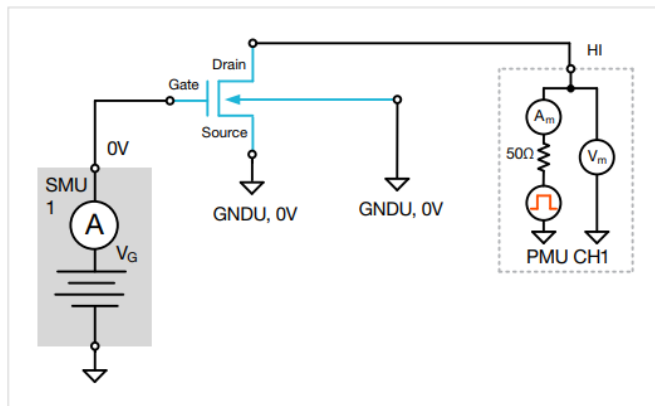

図9 SMUでゲート電圧を印加し、PMUでドレイン電流を測定
*mosfet-isd* Testを使用するための回路図を図9に示します。